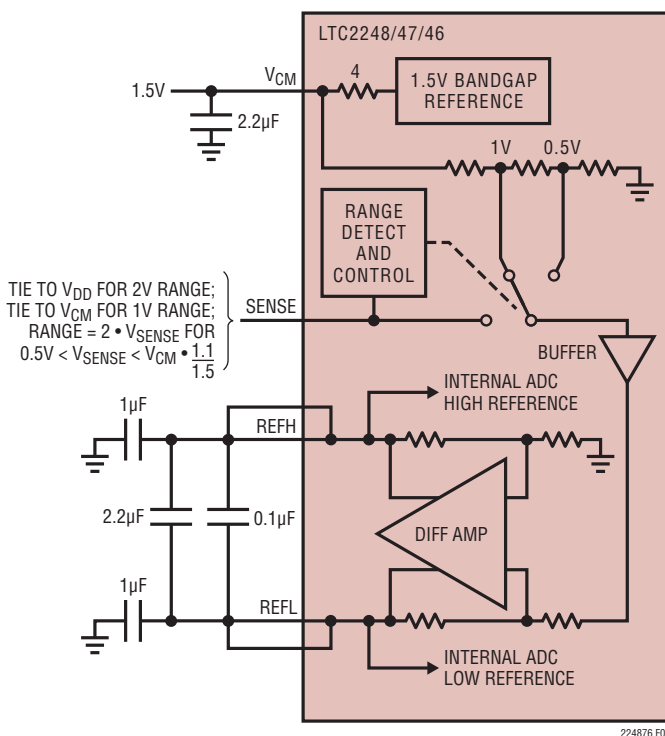

図9. 等価リファレンス回路
1.5Vのバンドギャップ・リファレンス、差動アンプ、およびスイッチングと制御の回路で構成されるLTC2248/LTC2247/LTC2246のリファレンス回路を図9に示します。内部電圧リファレンスはピンで選択可能な2V (差動 $\pm 1V$)または1V (差動 $\pm 0.5V$)の2つの入力レンジに設定することができます。SENSEピンを V_{DD} に接続すると2Vの範囲が選択され、SENSEピンを V_{CM} に接続すると1Vの範囲が選択されます。
差動アンプはADCの“H”リファレンスと“L”リファレンスを生成します。高速スイッチング回路がこれらの出力に接続されているので、これらの出力は外部でバイパスする必要があります。各出力には2つのピンがあります。パッケージのインダクタンスを減らすために複数の出力ピンを必要とします。バイパス・コンデンサは図9に示すように接続する必要があります。